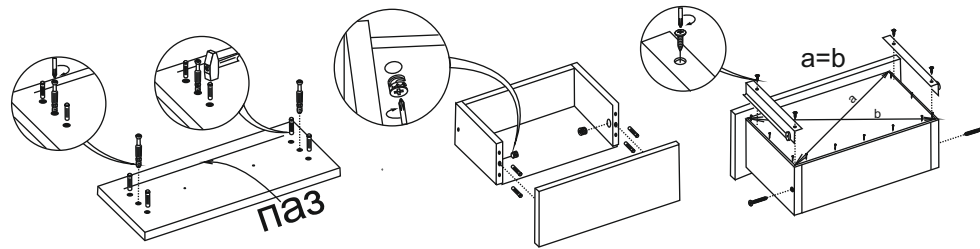

Рис.8
10. Далее следует собрать выдвижные ящики. Для этого необходимо прикрепить боковины ящика 11 к вязке ящика 13 с помощью евровинтов. Затем с помощью эксцентриков и шкантов к боковинам ящика 11 прикрепить накладку ящика 14. (рис. 8,9) Дно ящика ЛДВП 16 вставляется в паз на накладке 14, выравнивается по боковинам 11, прибивается к вязке 13 гвоздями, предварительно выровнив диагонали ящика. Остается закрепить направляющие ящика на боковинах 11 с помощью шурупов 3,5x16 как показано на рис.8. Вставляем ящики в предварительно закрепленные на боковине 1а и перегородке 8а направляющие. Если сборка была проведена правильно - ящики вставятся легко с одинаковыми зазорами по бокам и сверху.